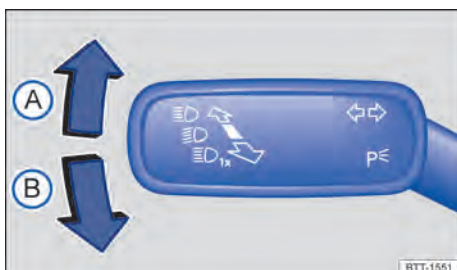

Abb. 92 An der Lenksäule links: Blinker- und Fernlichthebel.
2. Blinker- und Fernlichthebel aus der Mittelstellung in die erforderliche Position bringen → Abb. 92.